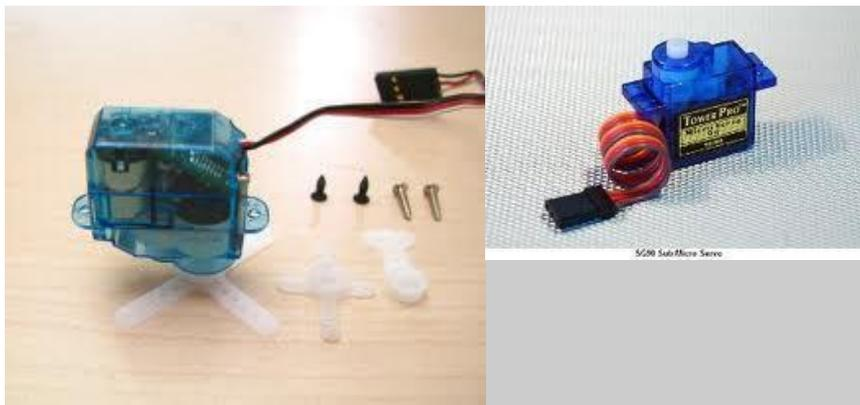
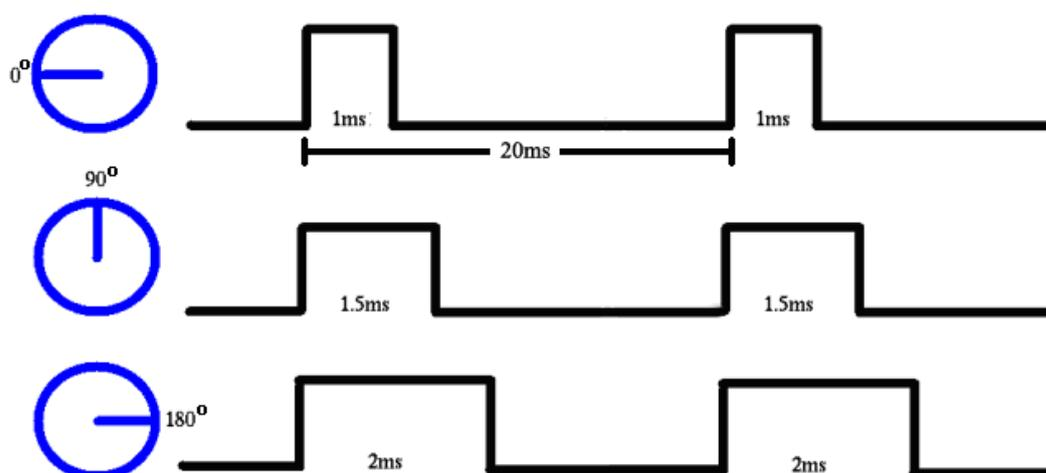

Figura 1. Mini Servomotor.
Figura 2. Exemplo de onda usada para posicionamento de um servomotor (<http://www.lirtex.com/robotics/servo-motors-information-and-control/>).
Desenvolver um projeto para controlar um mini servomotor, mostrado na Figura 1, e sintetizá-lo no FPGA EP4CE30F23C7 da família Cyclone IV-E da Altera, Módulo de desenvolvimento Mercúrio IV –Macnica DHW.
O controle da posição do servomotor (Figura 1) é realizado por uma modulação de largura de pulso, com período total da onda de **20ms**. O tempo em nível lógico alto varia conforme o modelo do servomotor e define o ângulo em que o eixo deve permanecer. Para o modelo utilizado no laboratório, este tempo (em nível lógico alto) da onda deve variar entre **1ms** (0º) e **2ms** (180º). Note que o tempo utilizado está relacionado com o ângulo em que o eixo deve permanecer, e não com uma variação em relação à posição atual, portanto, um tempo de nível lógico alto igual a 1ms sempre levará o eixo do servomotor ao ângulo 0º, independente do ângulo em que ele estava quando recebeu o comando. Os ângulos intermediários estão linearmente relacionados com os tempos intermediários de nível lógico alto da onda, como exemplificado na Figura 2. Os sinais de alimentação e de controle são listados na Tabela I.
- Quando nenhum botão for pressionado o servomotor deve permanecer na sua posição central (90°, Figura 2), sendo gerado nessa situação um pulso de **1,5ms** na saída PULSO;
- Quando o *Push Button* nomeado como chave1(KEY[2]) for pressionado o servomotor deve ser posicionado em 0° (Figura 2), sendo gerado nessa situação um pulso de **1,0ms** na saída PULSO;
- Quando o *Push Button* nomeado como chave2(KEY[11]) for pressionado o servomotor deve ser posicionado em 180° (Figura 2), sendo gerado nessa situação um pulso de **2,0ms** na saída PULSO;